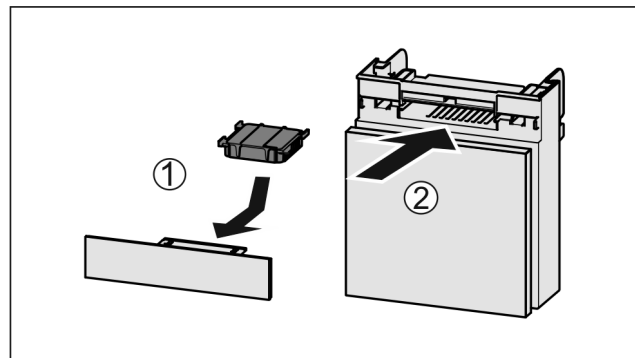

Fig. 273
- Umetnite filtir s aktivnim ugljenom kao što je prikazano na slici Fig. 273 (1).
- Umetnite pretinac Fig. 273 (2).